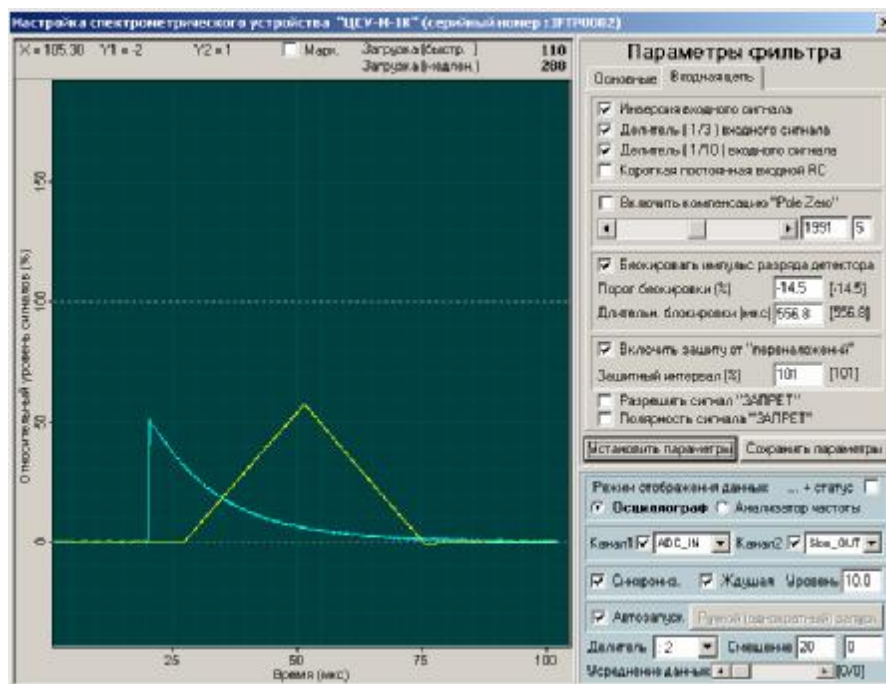

Рис. 13. Нормальная регистрация входных импульсов.
6.2.9.3. Снять флажок «Автозапуск» и нажать кнопку «Ручной (однократный) запуск». В результате на экране осциллографа должны отобразиться данные, аналогичные приведенным на рис.13.